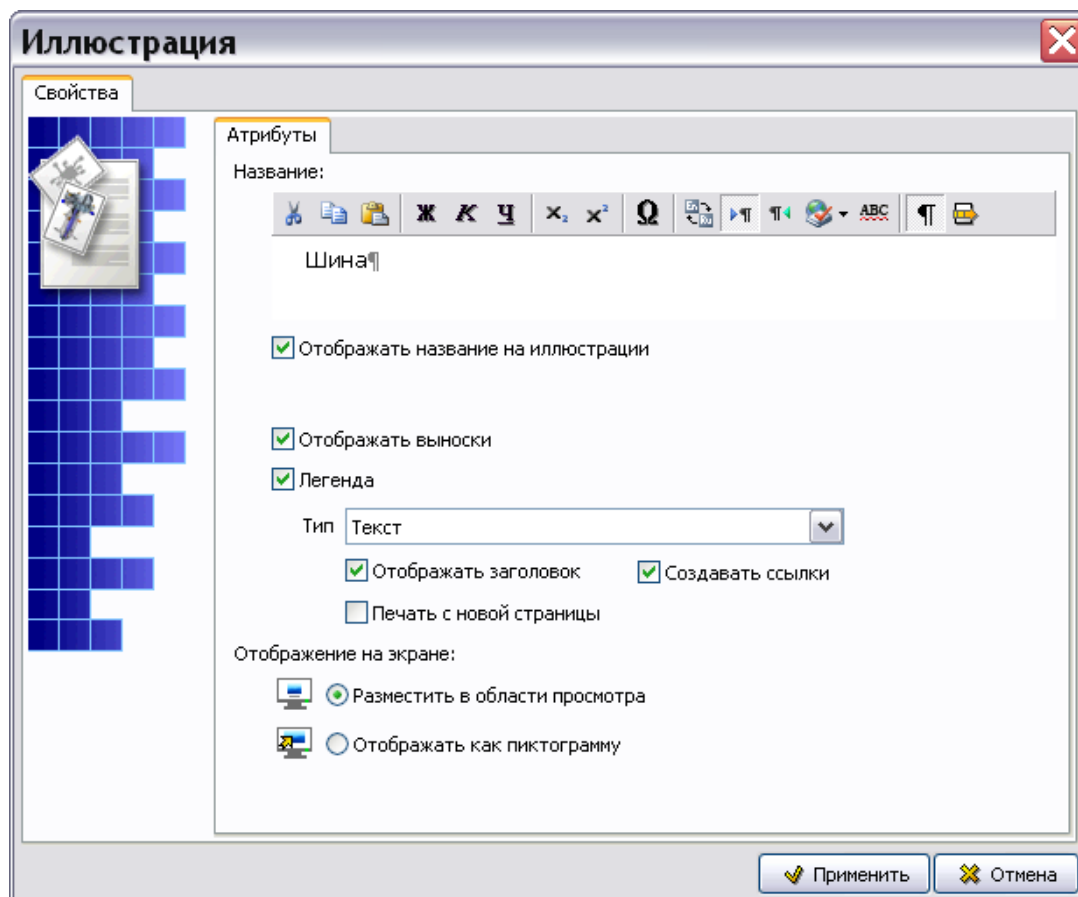

Рис. 8.39
4. В контекстном меню выберите пункт **Добавить иллюстрацию**. При этом откроется окно **Иллюстрация** (Рис. 8.39).